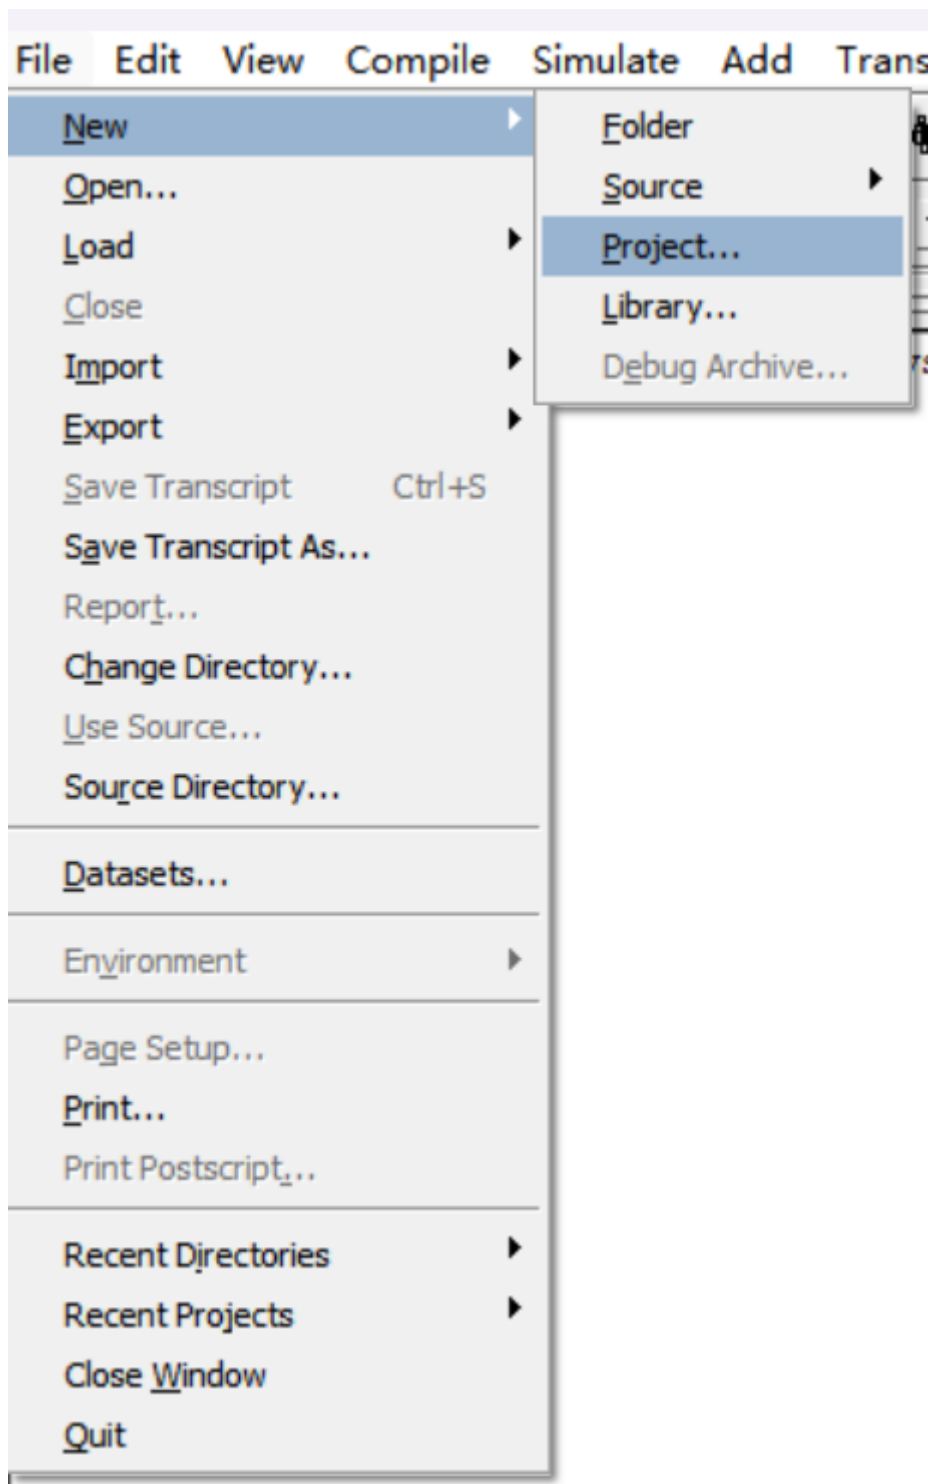

图 17 新建工程
- ② 左键双击 ModelSim-Altera 10.1d 软件，打开后关掉弹窗，选择功能栏里的 File->New->Project...进行新建工程。如图 17 所示。